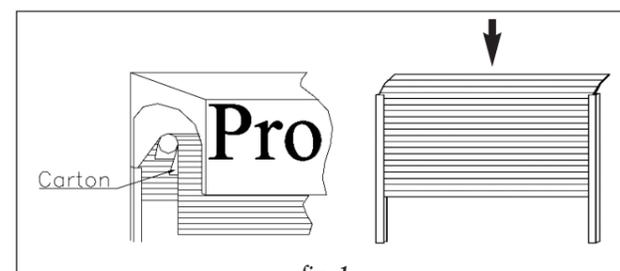

fig. 1
d) Présentez l'axe dans le coffre. Côté moteur, déverrouillez la joue du coffre en tirant sur la languette blanche. Positionnez la tête moteur et lâchez la languette pour verrouiller. **Fig. 1**
f.a) Mettez l'axe de niveau fig. 1
e.a) Mettez l'axe de niveau fig. 1
> Traversez le treuil avec la tringle d'attaque fig. 1
2/ Lors de la mise en place du tablier afin de ne pas risquer de le rayer, particulièrement aux extrémités, protéger l'axe et le tandem à l'aide de morceaux de moquette ou de carton (voir fig. 1).
3/ Insérer le tablier à moitié dans les coulisses par-dessus l'axe (voir fig. 1).